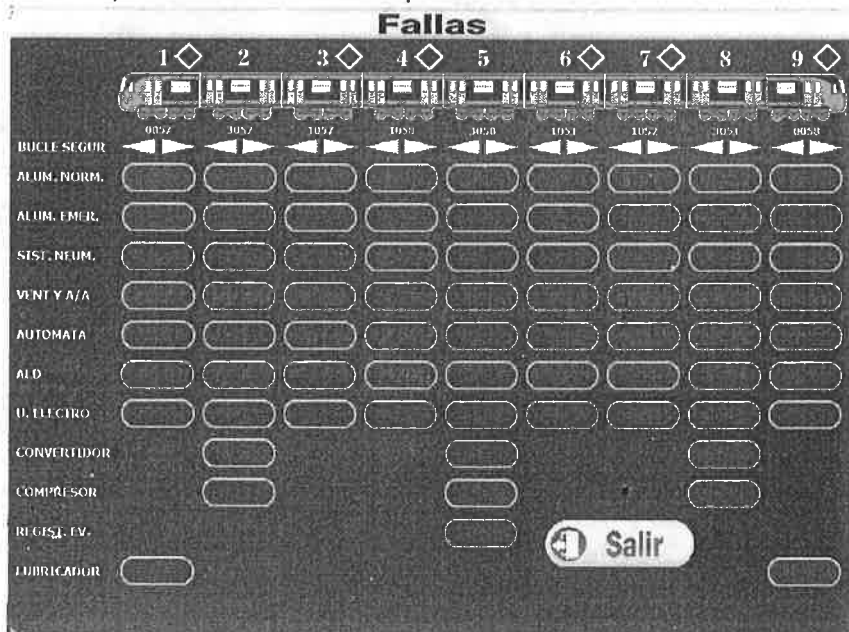

Figura 11. Pantalla de fallas con señalización de falla ALD.
- Verificar en la PC, en la cabina de conducción, dentro de la pantalla **FALLAS**, la señalización de **falla ALD** en uno o más carros como se muestra en la figura 11.